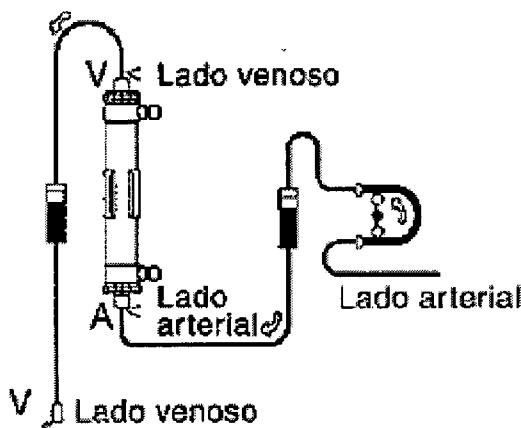

Figura 3.4.3: Conexión de líneas arterial y venosas al dializador.
- Conectar las líneas arterial y venosa al dializador, luego eliminar completamente el aire haciendo circular la solución salina (volumen recomendado: 1.000 [ml]) a un flujo aproximadamente 100 [ml/min] (figura 3.4.3) para su referencia, puesto que una pérdida de solución salina se puede producir a partir del lado del dializado (material que pasa a través de la membrana), aplicar el tapón del orificio de salida de sangre al orificio de salida del dializado según las necesidades).